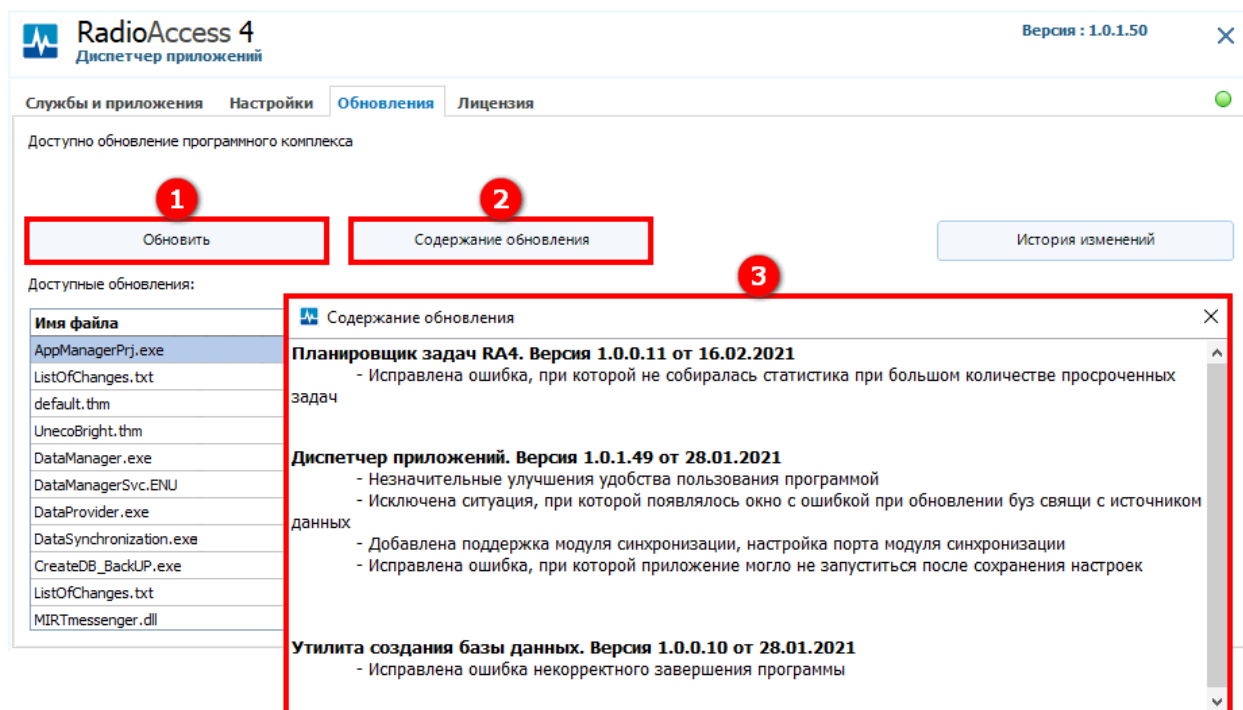

Рисунок 57 – Содержание обновления
После проведения проверки будет отражена информация о наличии доступных обновлений или их отсутствии. Для запуска доступных обновлений нажимаем кнопку **Обновить** (1) (см. рисунок 57). Нажав кнопку **Содержание обновления** (2) можно просмотреть подробную информацию об обновлении (3).